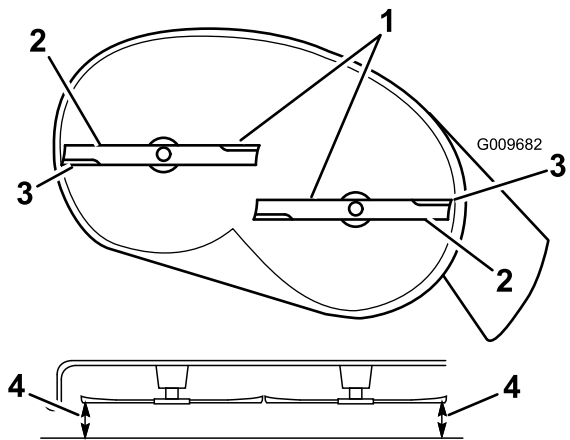
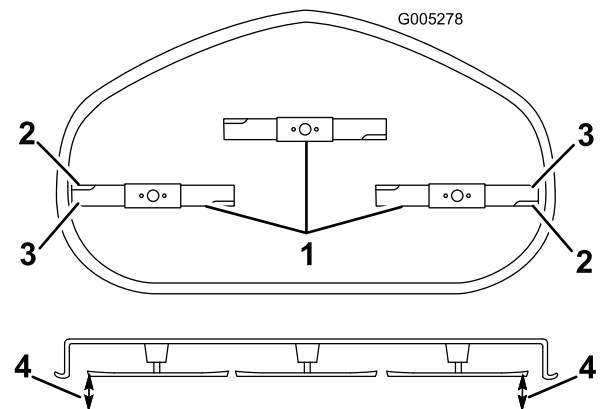

Bild 57
Bild 58
4. Drehen Sie die Messer vorsichtig, sodass sie alle seitlich gestellt sind (Bild 57 und Bild 58).
5. Messen Sie den Abstand zwischen den äußeren Schnittkanten und der ebenen Oberfläche (Bild 57 und Bild 58).